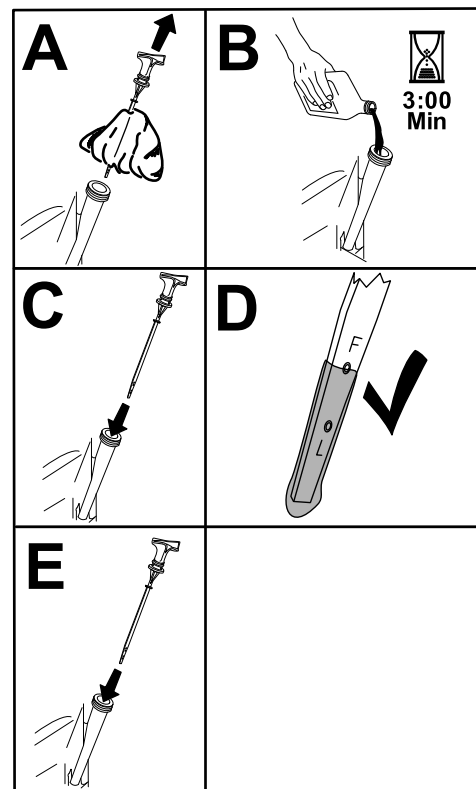

Figura 33
5. Vierta lentamente un 80% aproximadamente de la cantidad especificada de aceite por el tubo de llenado (Figura 33).